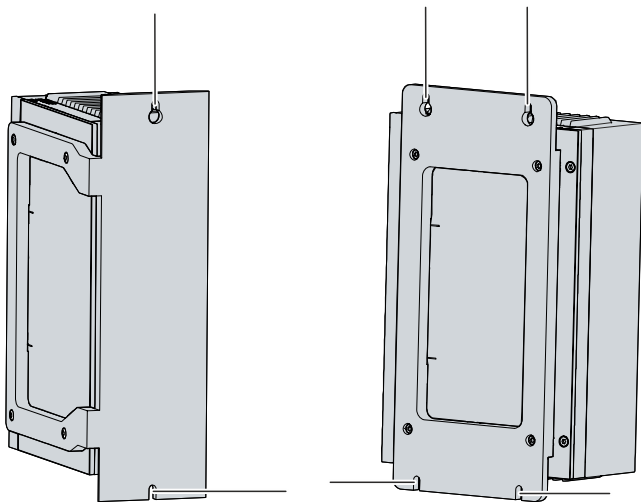

Abb. 18: Position Befestigungsschrauben
2. Heben Sie den PC soweit an, dass die Befestigungsschrauben in die Schlüssellöcher (siehe Abb. 18) rutschen.